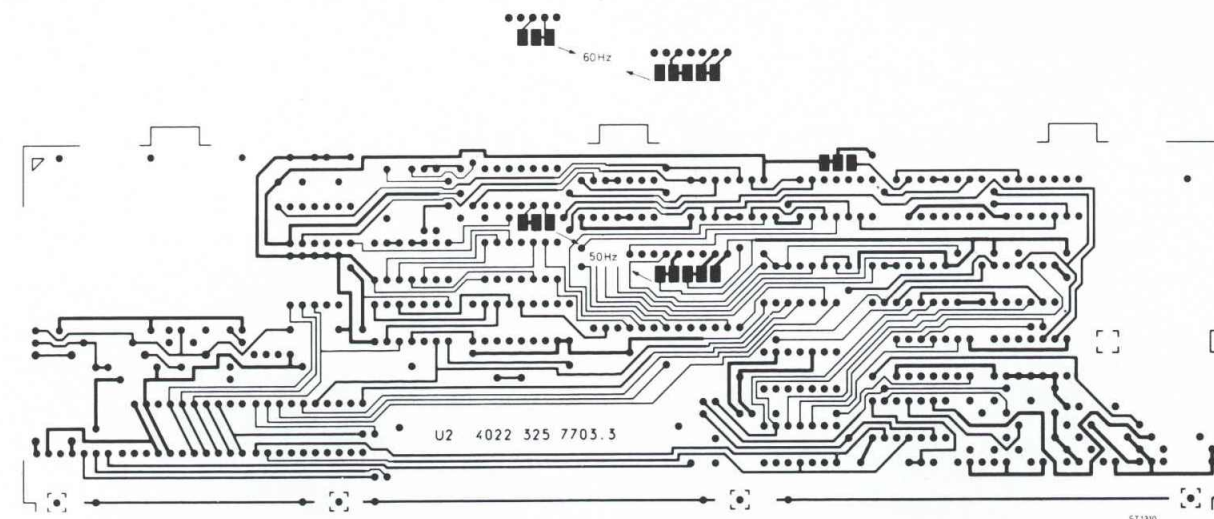

Fig. 14.
- Réaliser les interconnexions comme mentionné à la figure 14, page 64